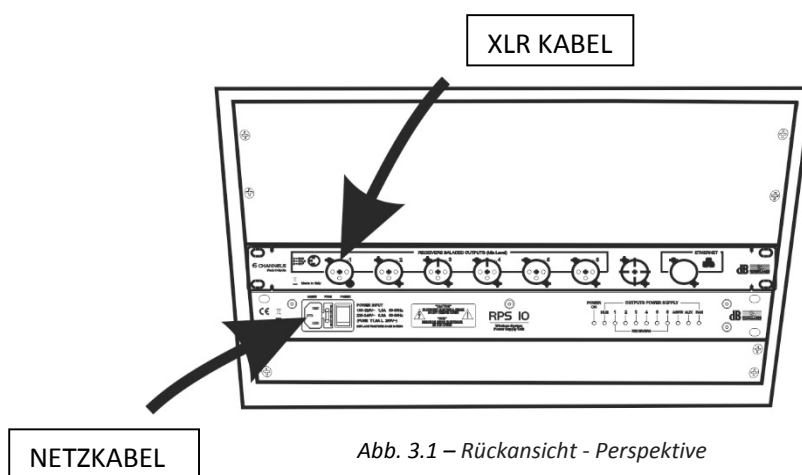
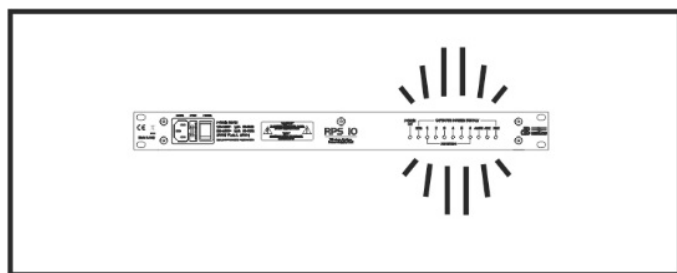
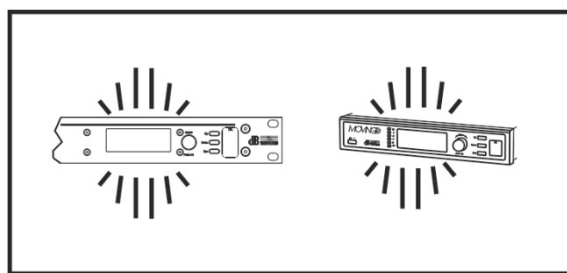

Abb. 3.1 – Rückansicht - Perspektive
Abb. 3.2
Abb. 3.3
- 3 Schließen Sie die Stromkabel und die LR-Kabel an der Rückseite des Racks an, siehe Abbildung 3.1. Achten Sie darauf, dass die LEDs des Moduls RPS10 einschalten und für einige Sekunden fließen, siehe Abbildung 3.2, und die Displays der Module HUB800 und MOVING D einschalten wie auf Abbildung 3.3. Siehe die Betriebsanleitungen von ASRPS10 und MOVING D für weitere Details.